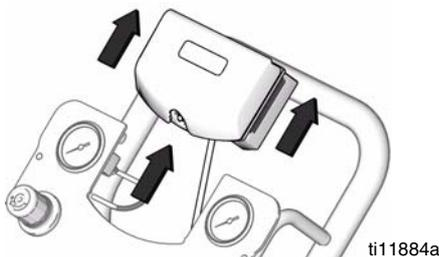

FIG. 10. Enlever le DataTrak
3. Enlever le module de DataTrak du support. Voir FIG. 10. Transporter le module et le fil connecté sur une site non dangereux.